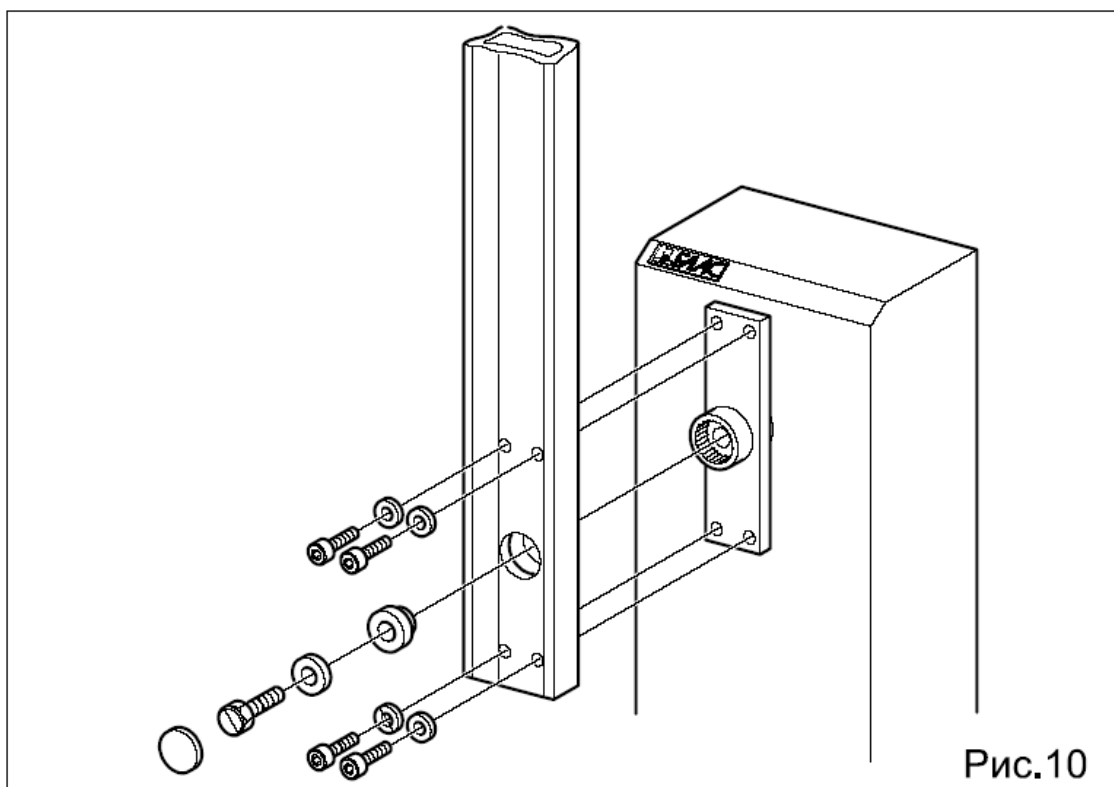

Рис.10
- Соберите стрелу, как показано на рис.10 и 10b. Наложите крышку на отверстие (только для 620). Резиновая окантовка стрелы должна быть ориентирована по закрытому направлению.